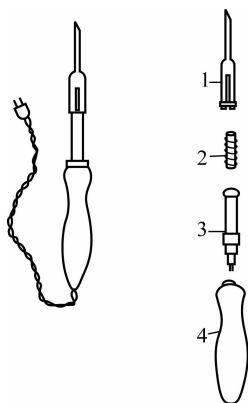

图 3-13 内热式电烙铁的外形及结构
(2)内热式电烙铁。内热式电烙铁常见的有 20 W、30 W、35 W 和 50 W 等几种规格,其外形及结构如图 3-13 所示。内热式电烙铁具有发热快、耗电省、效率高、体积小、便于操作等优点。一把 20 W 的内热式电烙铁相当于 25~45 W 外热式电烙铁产生的温度。